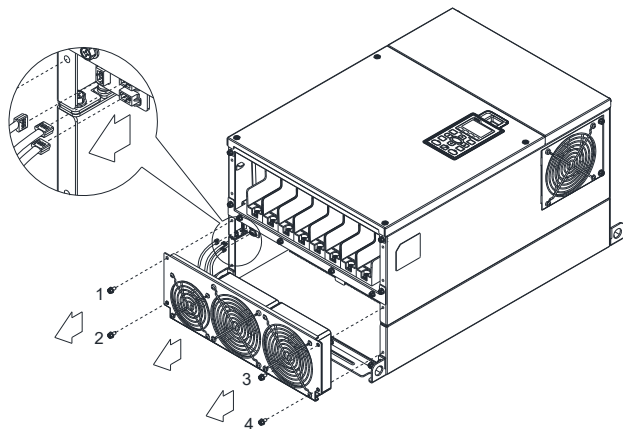

图 2
1. 松开螺丝 1~4 (如图 2), 并拆除风扇电源接头 (如下图局部放大图所示), 才可以取出风扇。螺丝 1~4 扭力值: 24~26 kg-cm / [20.8~22.6 lb-in.] / [2.4~2.5 Nm]